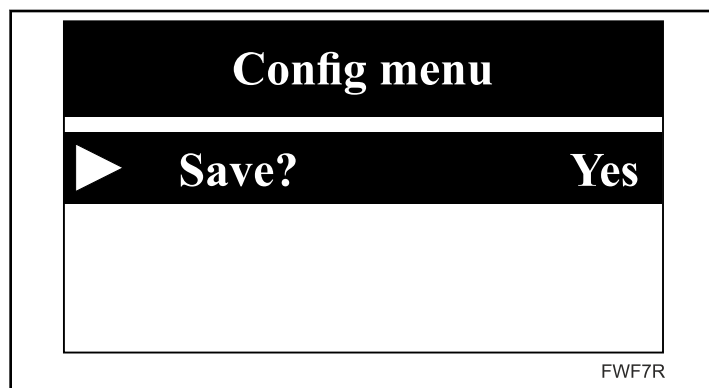

Figure 6
- Si l'on a effectué des modifications (aux éléments de configuration) qui doivent être sauvegardées avant de pouvoir quitter le menu, une boîte de dialogue invitera l'utilisateur à sauvegarder les modifications. Sélectionner « Yes » [oui] pour les sauvegarder ou « No » [non] pour conserver les valeurs d'origine assignées aux éléments de configuration. Se reporter à la *Figure 6*.